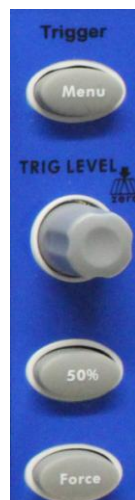

**Abb. 11** Bedienelemente für Horizontalsteuerung
**Abb. 11** zeigt eine Taste und zwei Einstellknöpfe für die **HORIZONTALSTEUERUNG**. Die folgenden Übungen machen Sie Schritt für Schritt mit der Horizontalsteuerung vertraut.